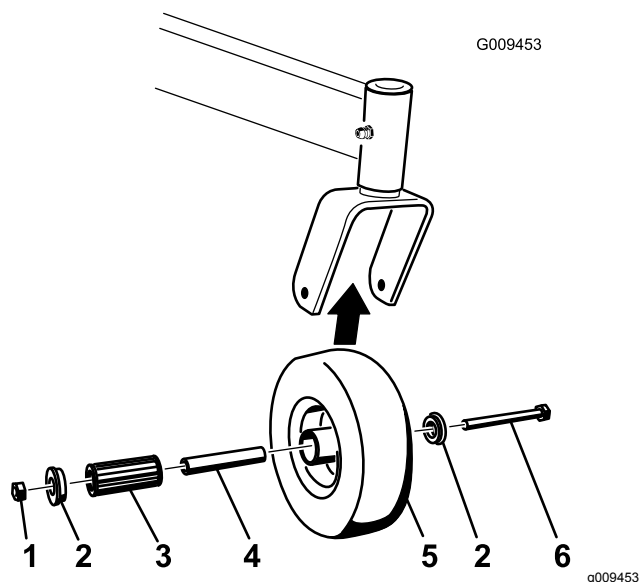

Figure 56
1. Enlevez le contre-écrou et le boulon de fixation de la roue pivotante à la chape (Figure 56).
- Enlevez une bague, puis sortez la douille pour clé et le roulement à rouleaux du moyeu de roue (Figure 56).
- Enlevez l'autre bague du moyeu, puis nettoyez la graisse et les saletés éventuellement présents dans le moyeu (Figure 56).
**Remarque:** Remplacez les pièces endommagées ou usées (Figure 56).
- Placez une bague dans le moyeu de roue (Figure 56).
- Lubrifiez le roulement à rouleaux et la douille pour clé, et insérez-les dans le moyeu (Figure 56).
- Mettez la deuxième bague dans le moyeu (Figure 56).
- Montez la roue pivotante dans la chape à l'aide du boulon et du contre-écrou (Figure 56).
- Serrez le contre-écrou jusqu'à ce que la base de la douille pour clé soit en appui contre l'intérieur de la chape (Figure 56).